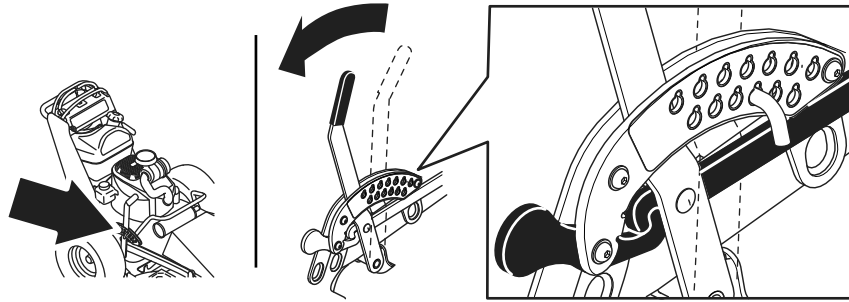

Bild 1
1. Stellen Sie den Schnitthöhenhebel in die TRANSPORT-Stellung (Bild 1).